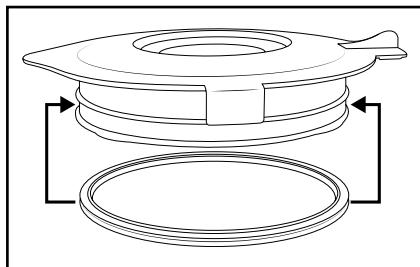

Fig. 3
- Curățați recipientul de amestecare ❸ numai cu o perie cu coadă lungă, pentru a evita rănirile la contactul mâinilor cu cuștilele ❶.
- Curățați dopul de umplere ❶ și capacul ❷ în soluție de curățat delicată. Pentru curățarea cu mână puteți îndepărta garnitura din cauciuc ❹. Aveți grijă ca garnitura din cauciuc ❹ să fie din nou așezată corect înainte de a reutiliza capacul ❷ (fig. 3).